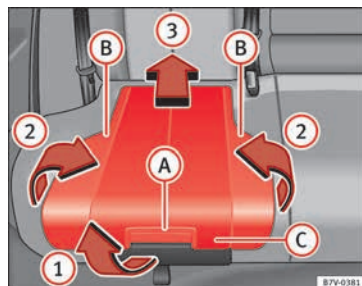

Fig. 94 Asiento integrado para niños: levantar el cojín.
- Tire del cojín hacia delante por la palanca de desbloqueo » » fig. 94 (A) en la dirección de la flecha » » fig. 94 (1).
- Pliegue hacia arriba ambos lados » » fig. 94 (B), en el sentido de la flecha » » fig. 94 (2).
- Empuje hacia atrás el cojín » » fig. 94 (C) en la dirección de la flecha » » fig. 94 (3) hasta que se encastre.